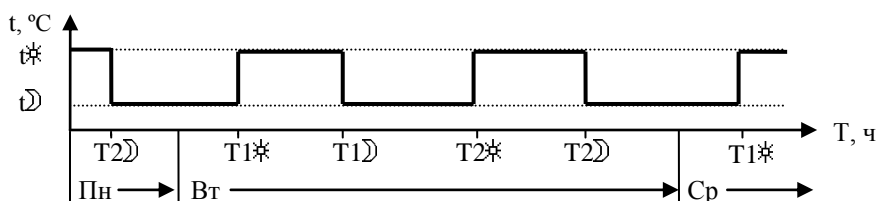

Рисунок 6 - Временной (недельный) график
7.4.3 В режиме “Программа” возможна установка для каждого дня недели до двух периодов, состоящих из начала и конца времени действия установки температуры (смотри рисунок 6).